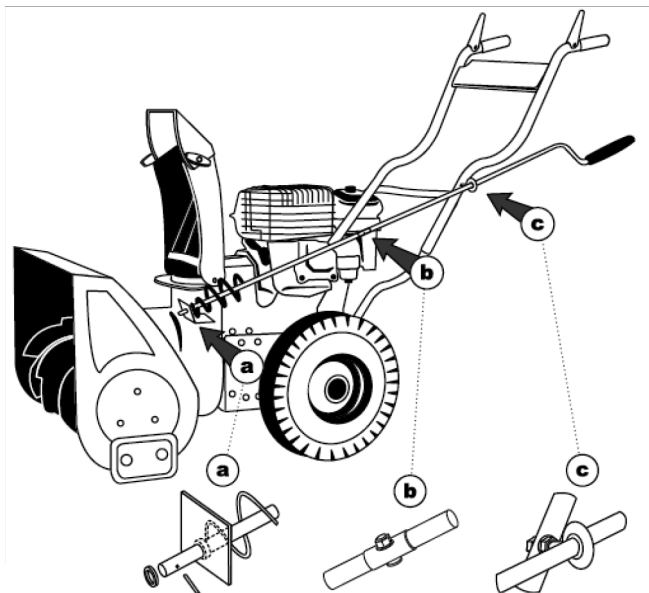

Рис. 7
6. Установите нижнюю часть рычага поворотного жёлоба и зафиксируйте шплинтом (а), проденьте верхнюю часть рычага в кронштейн, установленный на рукоятке (с), и соедините с нижней частью с помощью болта (b) (Рис.7).